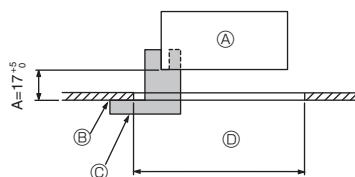

Fig. 9-2
9.2. Подготовка к установке вентиляционной решетки (Fig. 9-2)
- С помощью поставленного в комплекте шаблона ③ отрегулируйте и проверьте положение устройства по отношению к потолку. При неверном расположении устройства по отношению к потолку возможно прохождение воздуха или накопление конденсации.